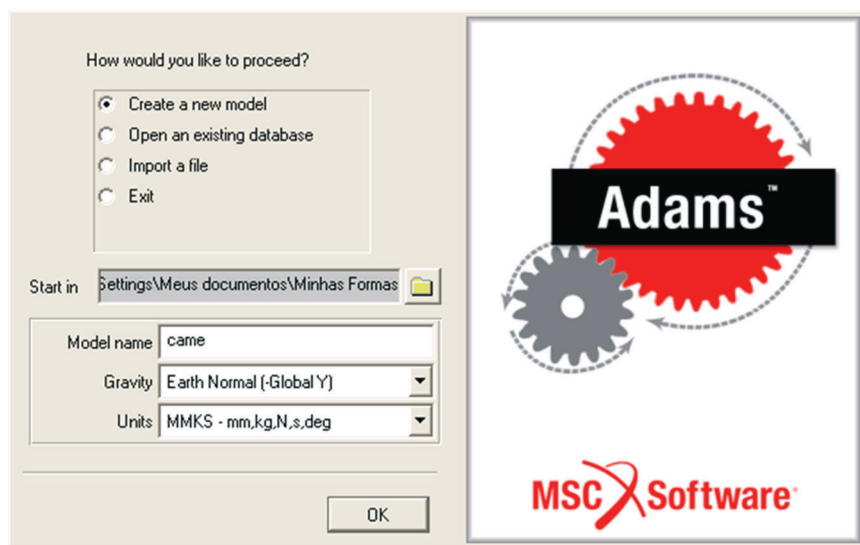

Figura 3.2 – Configuração inicial.
- Os campos *Gravity* e *Units* não devem ser alterados, conforme mostrados na Figura 3.2.
A Figura 3.2 ilustra esta etapa.